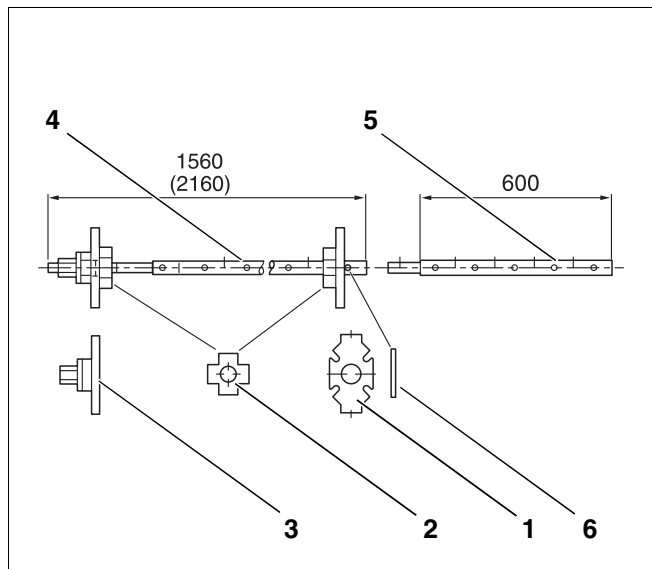
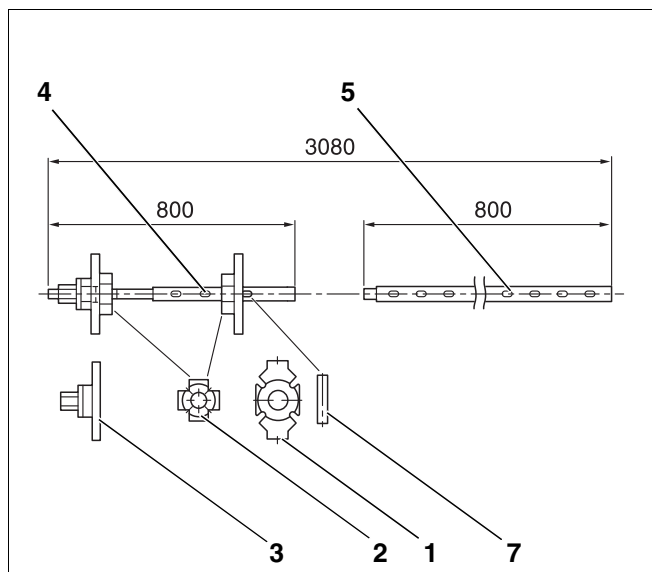
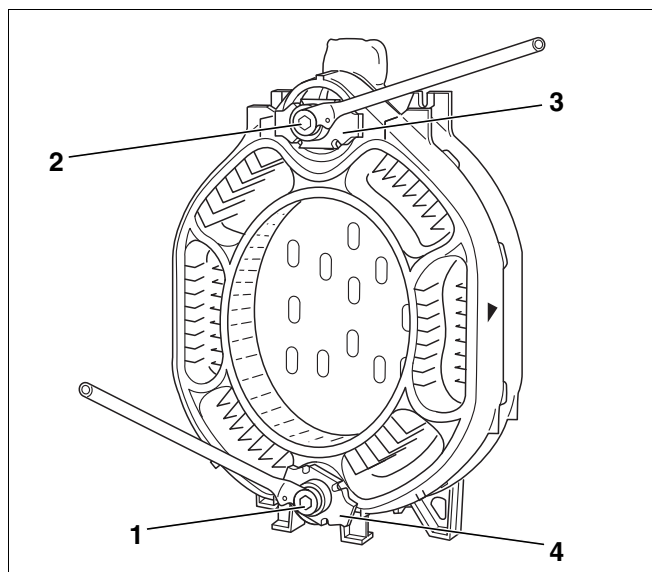

Рис. 1 Стяжной инструмент котла, размер 2.2
Рис. 2 Стяжной инструмент котла, размер 2.3
Рис. 14 Применение стяжного инструмента котла
- Стяжной инструмент котла 2.2 (рис. 1) или 2.3 (рис. 2)
Экспликация к (рис. 1) и (рис. 2):
Далее необходимо стянуть собранную часть конструкции котла стяжным инструментом (рис. 14).
Разрешается применять только стяжной инструмент котла, размер 2.2 или 2.3 (рис. 1, рис. 2 и рис. 14, **поз. 1 и 2**).
- Фланцы (рис. 14, **поз. 3 и 4**) с зажимной гайкой надеть на стягивающие штанги (рис. 1 и рис. 2, **поз. 4**).